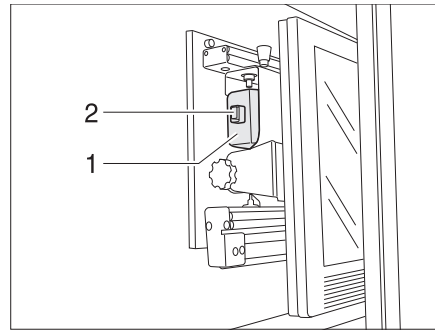

Bild 9 Halterung im TV-Schrank
- Flachbildschirm in Richtung Arretierung (Bild 9,1) zurückschwenken.
- Hebel (Bild 9,2) nach unten drücken.
- Hebel (Bild 9,2) loslassen. Der Hebel rastet ein.